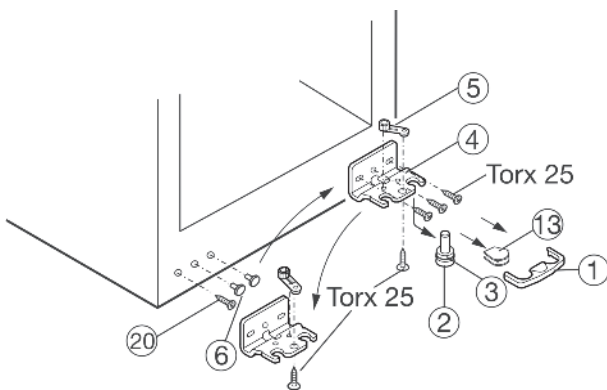

Рис. 4
- ▶ Для того чтобы удалить защитный фиксатор Рис. 4 (1), тяните его вперед.
- ▶ Снимите кожух Рис. 4 (13).\*
- ▶ Тяните несущий штырь Рис. 4 (2) вниз и вперед. Во время этой операции уделяйте внимание втулке петли Рис. 4 (3).
- ▶ Отвинтите петлю Рис. 4 (4).
- ▶ Отвинтите несущую часть Рис. 4 (5), перевесьте ее на противоположную сторону петли и снова привинтите.
- ▶ Осторожно поднимите вставки Рис. 4 (6) и вставьте их на противоположной стороне.
- ▶ Отвинтите винт Рис. 4 (20) и вставьте его на противоположной стороне.
- ▶ Привинтите несущую скобу Рис. 4 (4) на другой стороне петли, **затянув ее не слабее 4 Нм**. При необходимости воспользуйтесь аккумуляторной отверткой.
- ▶ Еще раз наклоните устройство назад и установите на место несущий штырь Рис. 4 (2) и втулку петли Рис. 4 (3). Метка на штыре должна быть обращена вперед.
- ▶ Установите кожух Рис. 4 (13) на противоположную сторону\*.
- ▶ Защитный фиксатор (1) должен располагаться рядом с петлей, сбоку, так чтобы несущий штырь и дверца были закреплены.
- ▶ Снова установите защитный фиксатор (1) на петлю.
- ▶ При необходимости выровняйте дверцу в соответствии с устройством при помощи двух вытянутых отверстий в петле Рис. 4 (4). Для этого отвинтите средний винт.